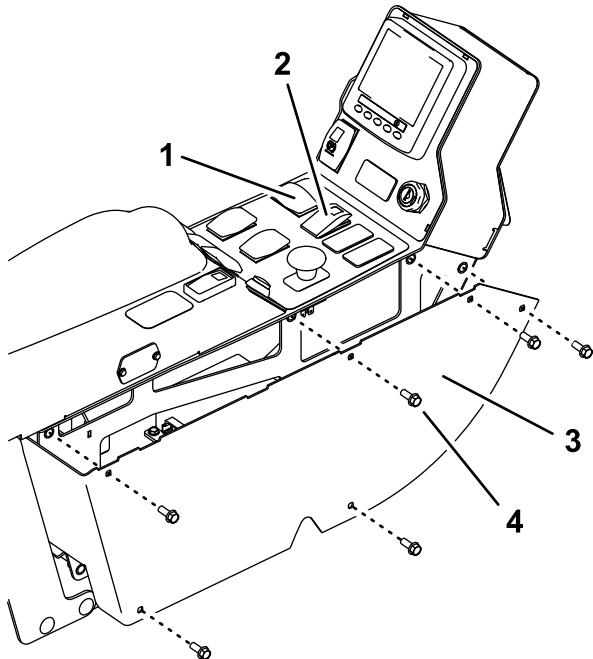

図3
- コンソールにパネルを止めているボルト本を外してパネルを外す図3。
- ハザードスイッチと方向指示器スイッチのコネクタを外す図3。
- パネルを取り付ける図3。